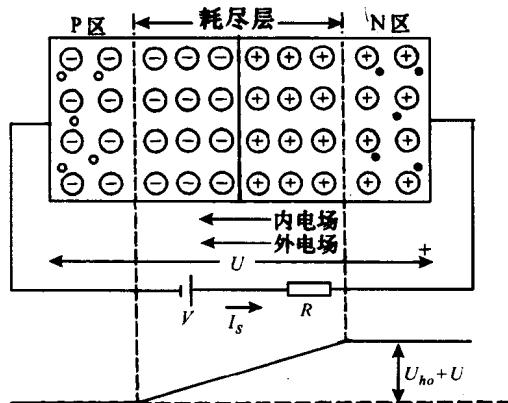

图 1-6 PN 结加反向电压时截止
2) PN 结加反偏压时(P 区为负, N 区为正, 如图 1-6 所示), 则 PN 结变厚, 不利于多数载流子扩散, 有利于少数载流子漂移, 从而产生反向电流。由于反向电流是由少数载流子漂移引起的, 所以非常小, 且对温度十分敏感。